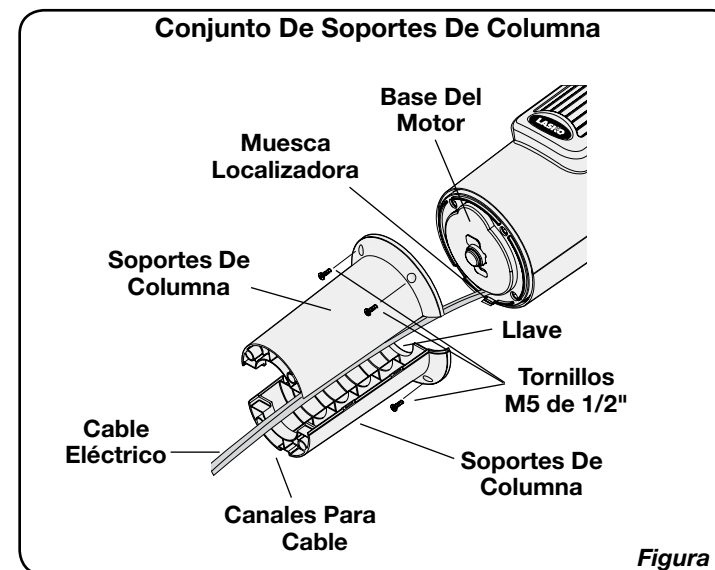

Figura 1
- Localice el Cable Eléctrico en la parte inferior del Ventilador. Coloque el Cable Eléctrico en los Canales Para Cable de los Soportes De Columna. Encaje firmemente los Soportes De Columna el uno con el otro de modo de formar un Conjunto De Soportes De Columna. (Figura 1)
- Una el Conjunto De Soportes De Columna a la Base Del Motor con (4) Tornillos M5 de 1/2" de largo. Cerciérese de alinear la Llave del Conjunto De Soportes De Columna con la Muesca Localizadora de la Base Del Motor. (Figura 1)